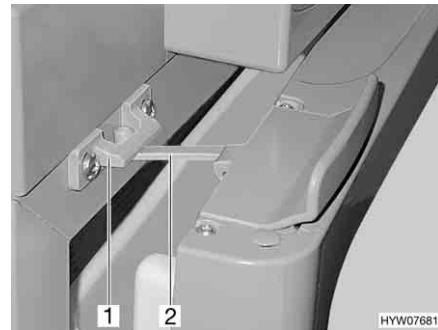

Fig. 97 Porta del frigorifero in posizione di ricircolo d'aria (Thetford)
■ Aprire il bloccaggio (Fig. 97,2) e innestarla nella sede di bloccaggio (Fig. 97,1). In questo modo la porta del frigorifero rimane ferma in posizione socchiusa.